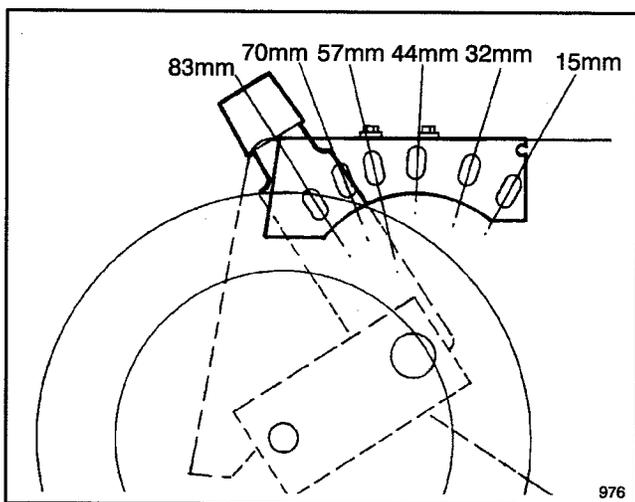

Figure 8
- L'herbe pousse à une vitesse différente selon les saisons. Pendant les grosses chaleurs, il est en général préférable de régler la hauteur de coupe sur 44 mm (1-3/4"), 57 mm (2-1/4") ou 70 mm (2-3/4") mm (Fig. 8). La hauteur de l'herbe ne doit pas être réduite de plus d'un tiers. Il n'est pas conseillé d'utiliser une hauteur de coupe inférieure à 44 mm (1-3/4"), à moins que l'herbe ne soit clairsemée, ou en automne lorsque la pousse commence à ralentir.